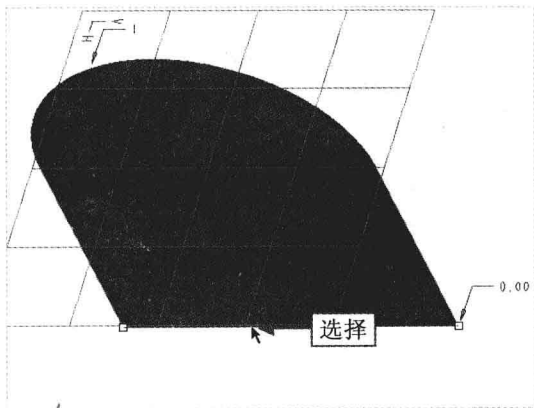

图 9-75 选择曲线
Step 03 在“造型：曲面”选项卡上选择“单击此处添加项”选项，按住【Ctrl】键的同时，在模型上依次选择上方和下方的曲线，如图9-75所示。